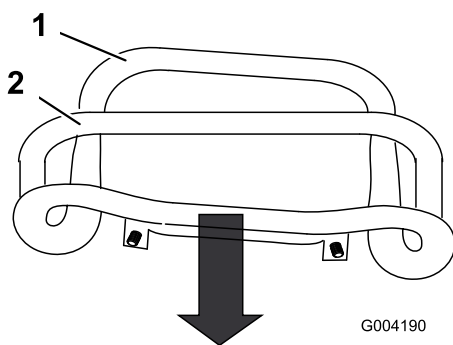

Bild 51
3. Ziehen Sie den Fahrtrieb zurück, sodass die Vorderseite des Fahrtriebs den Anschlagbügel berührt (Bild 51).